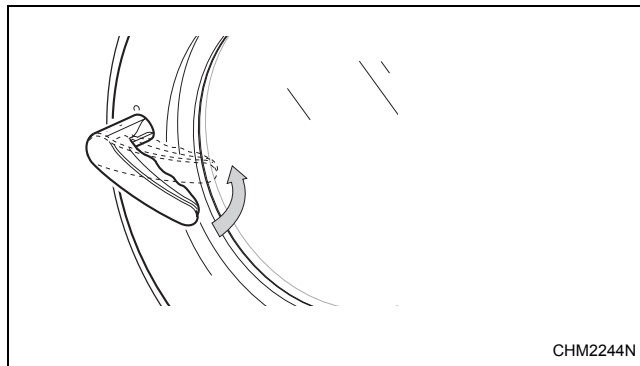

Figura 5
4. Cierre la puerta y gire el asidero en sentido contrario a las agujas del reloj. Consulte la *Figura 5*.